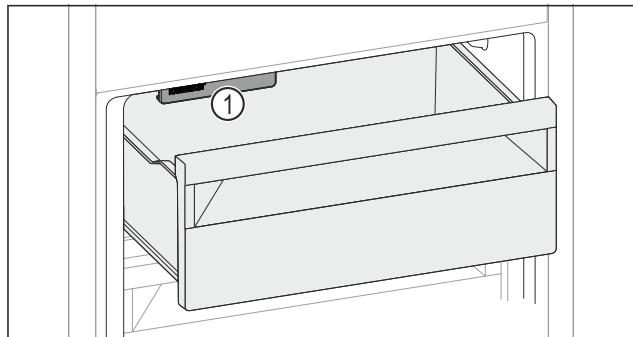

Fig. 132
► IceMaker Fig. 132 (1) berücksichtigen.